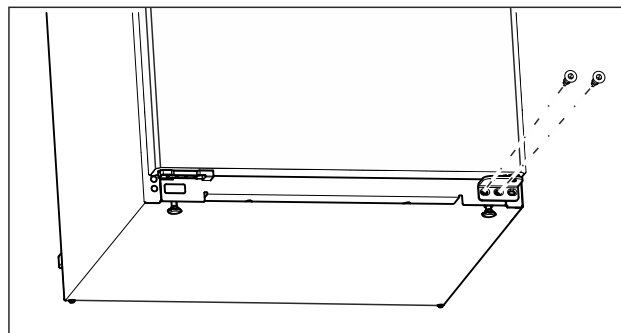

Fig. 14
- Keerake alumisel laagripukil keskmine kruvi Torx 20 kruvi-keerajaga välja. (vt. Fig. 14)
- Keerake alumisel laagripukil sisemine kruvi Torx 20 kruvi-keerajaga välja. (vt. Fig. 14)